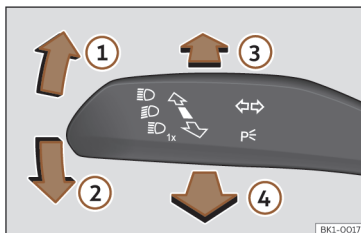

Fig. 88 Manípulo dos indicadores de mudança de direção e dos máximos (conforme versões).
- A partir da posição base, pressione para a frente o manípulo dos indicadores de mudança de direção e de máximos >>> Fig. 88 ③.
- **OU:** se o assistente de máximos estiver ligado, puxe para trás o manípulo dos indicadores de mudança de direção e de máximos >>> Fig. 88 ④.